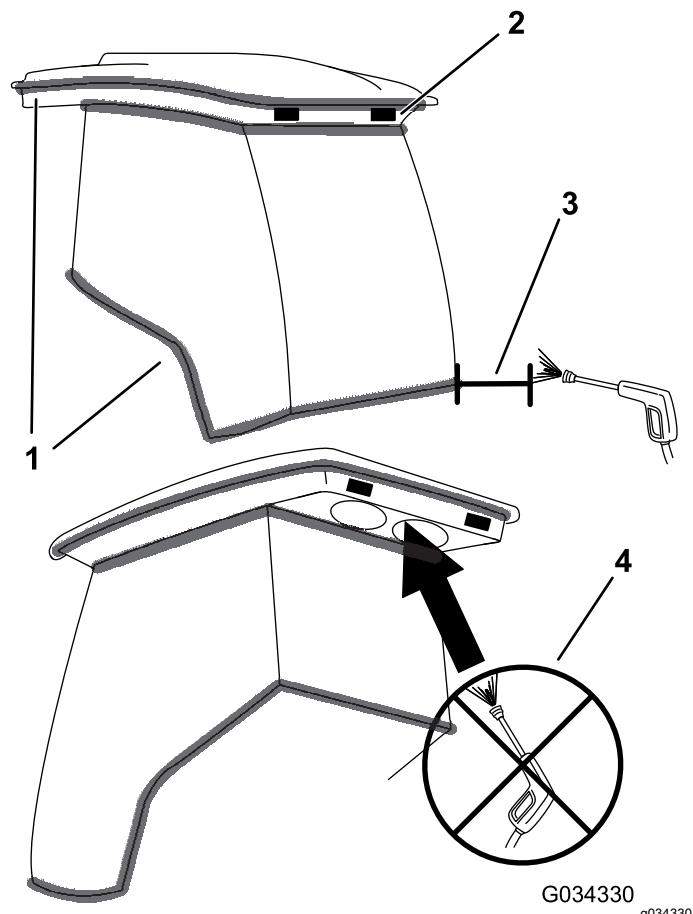

图55
**重要事项** 小心驾驶室的密封件和灯具 **图55**。如果您正在使用高压清洗机保持清洗杆至少距离机器 0.6m。不要将高压清洗机直接冲洗驾驶室的密封件和灯具或后悬下方。